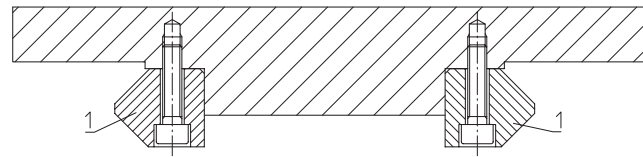
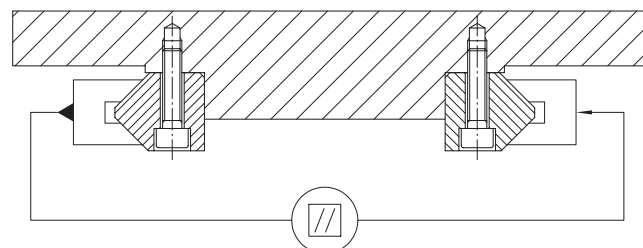

Bild 25. Montage.
Bild 26. Parallelitätskontrolle
Das nicht zuzustellende Führungsschienenpaar (1) (Bild 25) montieren. Dabei vor dem Festziehen der Befestigungsschrauben die Führungsschienen gegen die Auflage der Rückenfläche spannen und auf Parallelität kontrollieren (Bild 26).